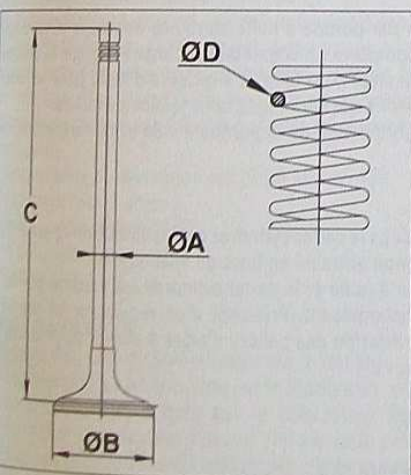

FIG.4
Diamètre (D) (Fig.4) du fil : 3 mm ± 0,03.
tes (Fig.4)